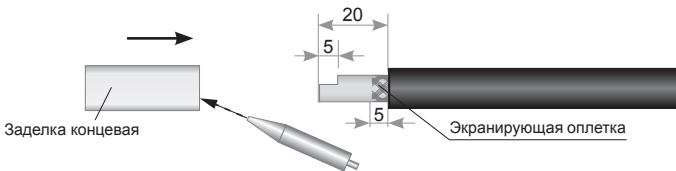

Рисунок 9
5.2.2. Срезать конец нагревательного кабеля ступенькой. Заполнить концевую заделку силиконовым клеем-герметиком и надвинуть ее поверх оболочки нагревательной ленты до упора (см. рис. 9). Выдержать нагревательную ленту со смонтированной на ней концевой муфтой до полного затвердения герметика (около 12 часов).